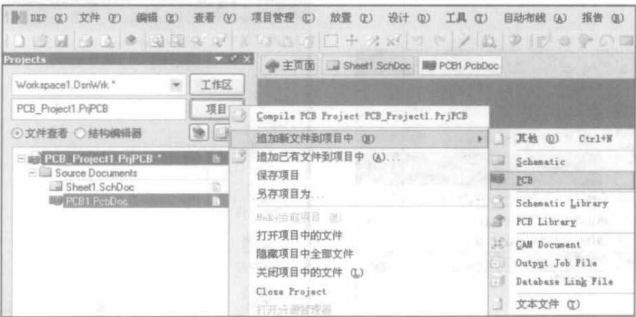

图 1-19 创建一个 PCB 文件
(3) 单击 **项目** 按钮，出现如图 1-19 所示菜单，执行“追加新文件到项目中→PCB”命令，可以在当前工作区中创建一个 PCB 文件。进行这步操作的同时，也启动了 PCB 编辑器。